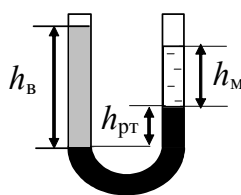

Рисунок 2.8
2.7. Определить разность уровней ртути  $h_{\text{рт}}$  в U-образной трубке, заполненной трехслойной системой жидкостей (рисунок 2.8), если  $h_{\text{в}} = 60$  см, а  $h_{\text{м}} = 8$  см,  $\rho_{\text{м}} = 900$  кг/м3.